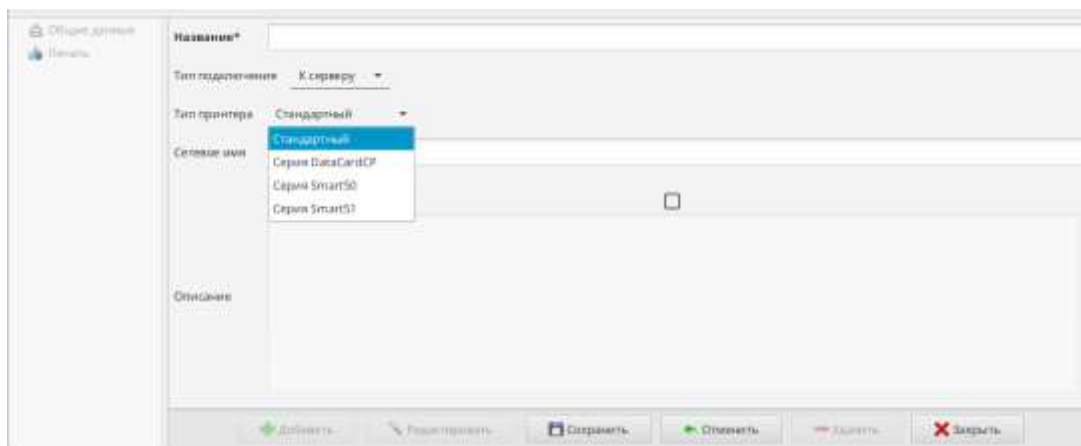

Рис. 30
3) если при добавлении принтера выбрать тип подключения «К серверу», то появятся дополнительные поля (Рис. 30) для выбора типа принтера и его сетевого адреса. После их заполнения нажать «Сохранить».